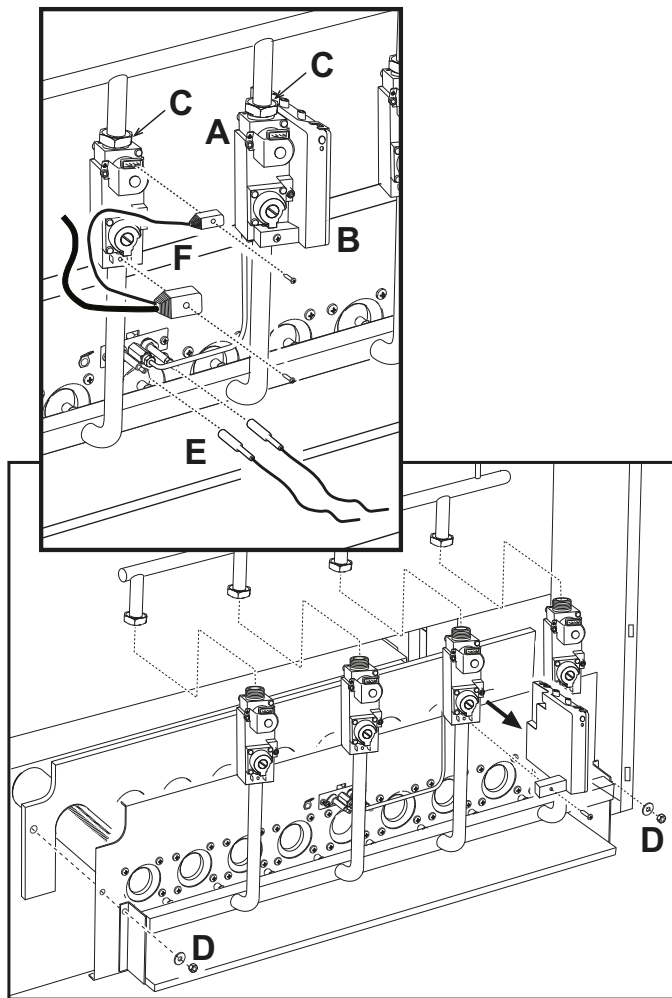

рис. 7 - Демонтаж и очистка горелок
- Открутите два винта, крепящие электронный блок контроля за пламенем (поз. В - рис. 7) к газовому клапану (поз. А - рис. 7), и отсоедините последний от клапана.
- Открутите винты крепления разъемов (F) к газовым клапанам и отсоедините последние от клапанов.
- Отвинтите гайки крепления трубы подачи газа, расположенной перед газовыми клапанами (поз. С - рис. 7).
- Развинтите две гайки крепления дверцы камеры сгорания к чугунным элементам корпуса котла (поз. D - рис. 7).